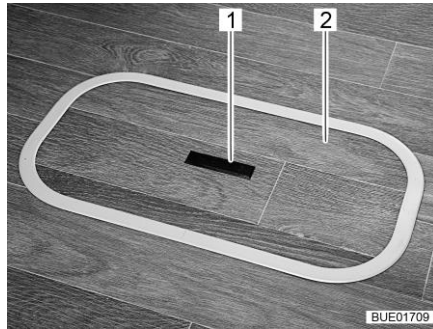
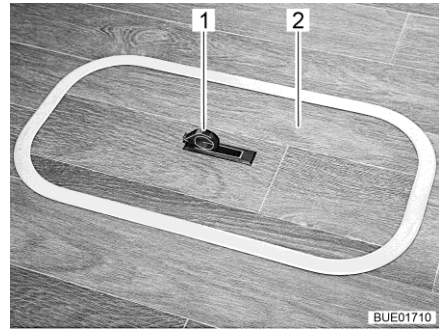

Fig. 68 Cubierta del compartimiento del fondo (tirador hundido)
Fig. 69 Cubierta del compartimiento del fondo (tirador girado hacia fuera)
- Presionar hacia abajo un lado de la placa de agarre (Fig. 68,1). El tirador (Fig. 69,1) girará hacia arriba.
- Quitar la cubierta (Fig. 68,2 ó bien Fig. 69,2) hacia arriba.